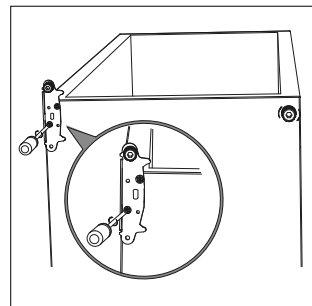

Abb. 9
- ▶ Drehen Sie die Lochplatte des unteren Scharniers (5) so, dass die Bohrungen der Lochplatte auf die Bohrungen im Gerät passen und schrauben Sie das Scharnier mit den zwei Halterungsschrauben an die gegenüberliegende Seite des Geräts (siehe **Abb. 9**).
- ▶ Richten Sie das Gerät wieder auf. Richten Sie es dann durch Ein- oder Herausdrehen der Stellfüße (6) waagrecht aus.